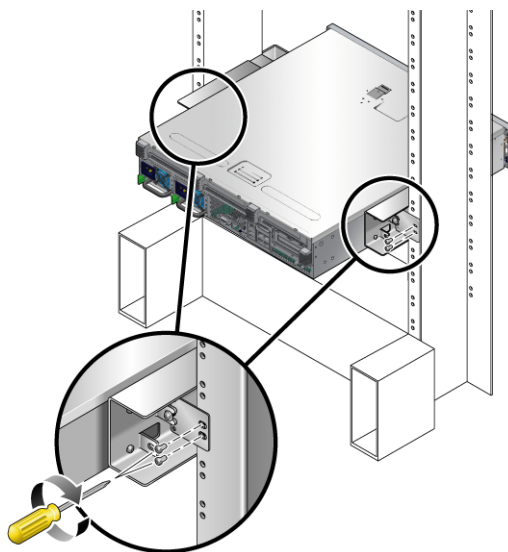

図 4-7 ポストの背面への背面プレートの固定
- d. ねじを 2 本使用して、背面プレートのもう一方の側をポストの背面に固定します (図 4-7)。